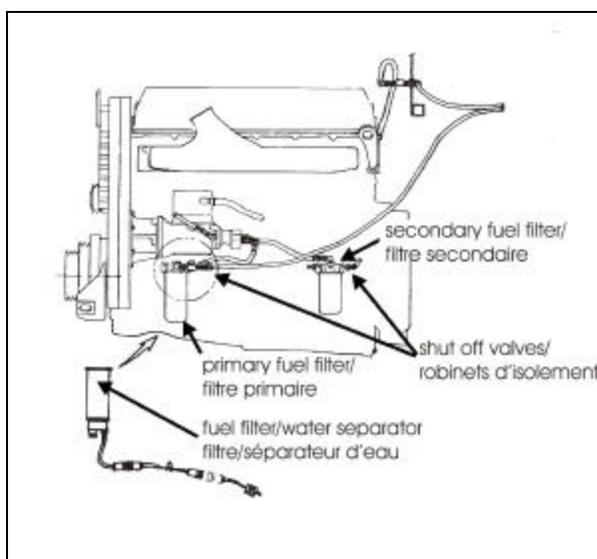

FIGURE 1 : ROBINETS D'ISOLEMENT ET FILTRES
1. Fermer le robinet d'isolement situé à l'entrée du filtre primaire (ou filtre/séparateur d'eau si installé) sous le compresseur d'air ainsi que celui du filtre secondaire situé dans le compartiment au côté droit du moteur (figure 1).